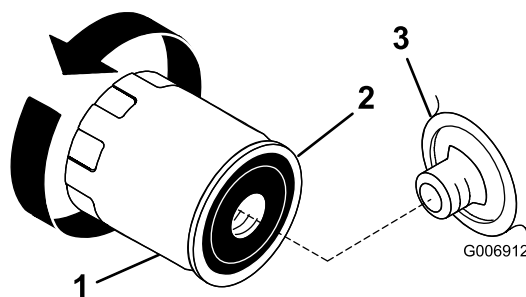

Bild 19
2. Entfernen Sie den alten Ölfilter und wischen Sie die Oberfläche der Filterzwischenstückdichtung (Bild 19) ab.
- Schmieren Sie die Gummidichtung am neuen Ölfilter (Bild 19) mit etwas Frischöl ein.
- Drehen Sie den Ölfilter nach rechts, bis die Gummidichtung das Filterzwischenstück berührt. Ziehen Sie es dann um eine weitere 1/2 bis 3/4 Umdrehung fester (Bild 19).